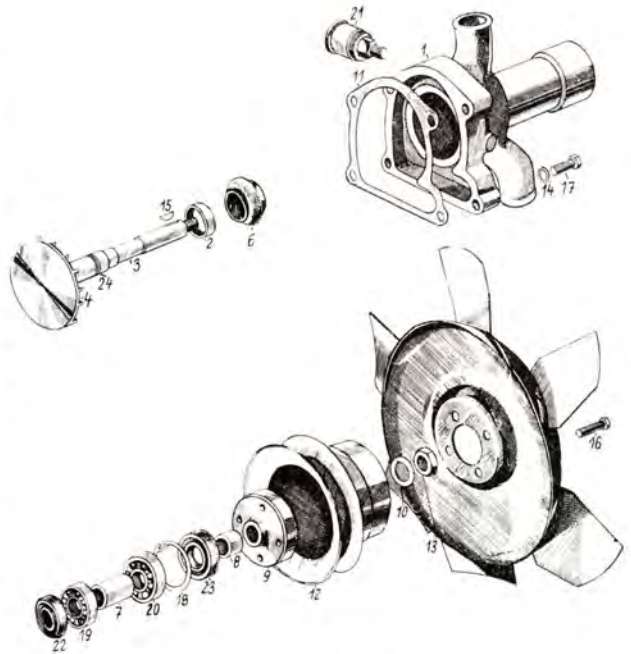

Abb. 10
1. Die Pumpe ist hinter der Riemenscheibennabe (Abb. 10/9) in den Schraubstock einzuspannen, die Sicherungsunterlage auszurichten und die Mutter M 14×1,5 (Abb. 10/13) auszuschrauben. Die Riemenscheibennabe (Abb. 10/9) ist von der Wasserpumpenwelle (Abb. 10/3) abzuschlagen und aus der Nute der Pumpenwelle der Keil herauszuschlagen.
2. Das Schleuderrad (Abb. 10/4) ist auf die Welle aufgepresst. Dieses wird gleichzeitig mit der Welle herausgepresst. (Ist keine Presse vorhanden, kann dieser Arbeitsvorgang durch mässiges Klopfen auf die Welle mit Hilfe eines Kupferdornes durchgeführt werden. Achtung auf das Gewinde!) Das Schleuderrad wird nur dann von der Welle abgepresst, wenn einer dieser zwei Teile ausgetauscht werden soll.
3. Beim Einpressen des Schleuderrades ist gleichzeitig auch der Druckring (Abb. 10/2) einzupressen.
4. Bei einem Austausch des Kugellagers 6303 oder des Lagers 6203 ist vor allem die vordere Wellendichtung und der Sicherungsring (10/18) auszubauen. Mit einer Presse ist dann das Lager 6303, das Distanzrohr (Abb. 10/7) und das Lager 6203 herauszupressen.